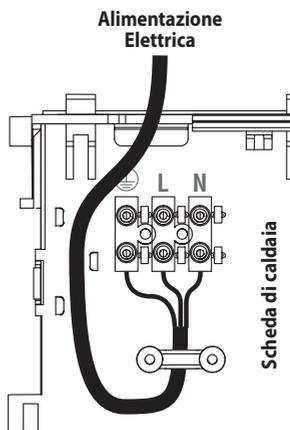

Figura 5.19
- Collegare il cavo di alimentazione elettrica all'interruttore onnipolare rispettando la corrispondenza della linea (filo marrone) e del neutro (filo azzurro) (Figura 5.19).